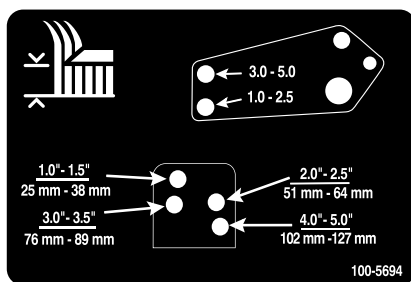

Bild 23
10. Fluchten Sie die Löcher des Stoßdämpferlenkers mit den ausgewählten Löchern in der Schnitthöhenhalterung am Mähwerkrahmen aus, setzen die Lastösenbolzen ein und bringen die Splinte an (Bild 23).